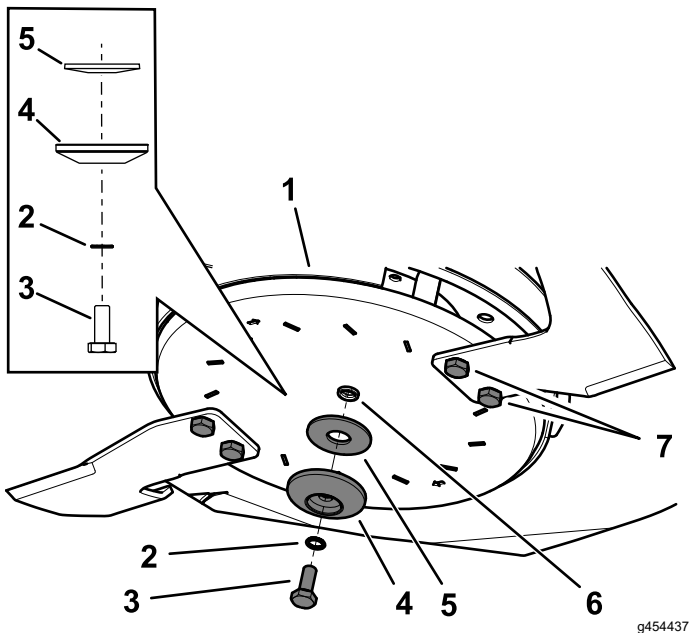

Bild 111
2. Befestigen Sie das seitliche Messer mit der vorher entfernten Scheibenschraube, der Rippenscheibe, dem Messerhalter und der Wellenscheibe (Bild 111).